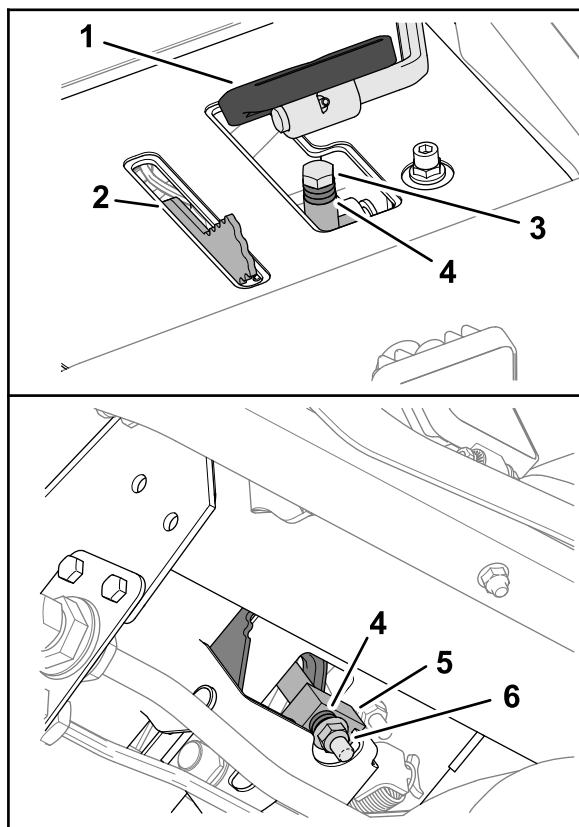

Figura 148
3. Debajo del pedal de tracción, retire el perno de tope y la contratuerca con arandela prensada que fijan los espaciadores al bloque de tope de siega (Figura 148).